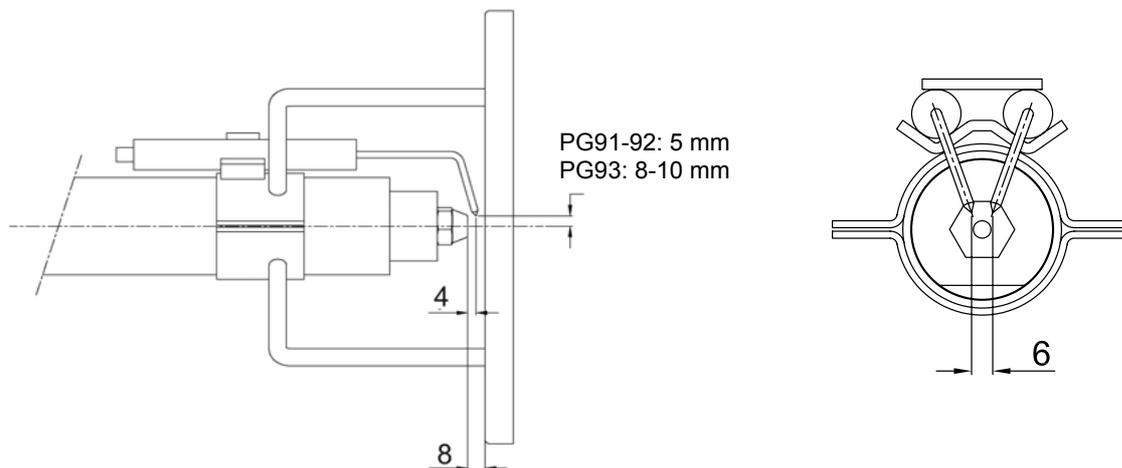

Fig. 23
- Desmontaje, examen y limpieza cabeza de combustión (vease parrafo), durante el montaje respetar escrupulosamente las tolerancia explicadas en Fig. 23.
- Examen electrodos de encendido y su correspondiente aislamiento cerámico, limpieza inspección y si es necesario sustitución (ver Fig. 23).
A fin de garantizar un buen encendido es necesario respetar las medidas (en mm) reportadas en la Fig. 23. Cerciorarse de haber fijado el tornillo de bloqueo del grupo electrodos antes de volver a montar la cabeza de combustión.